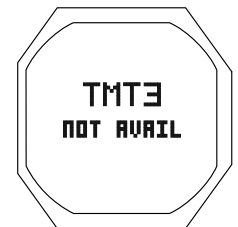

Fig. 113B - TMT SIN PROVEER INFORMACIÓN
- > Si el TMT no provee información, se mostrará un mensaje durante 10 segundos (Fig. 113B) y el cambio será cancelado.